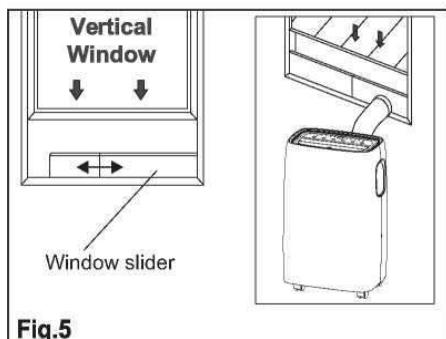

Fig.5
4. Fije la salida de la manguera al kit del deslizador de la ventana y a la junta. (Fig. 5 y 6).